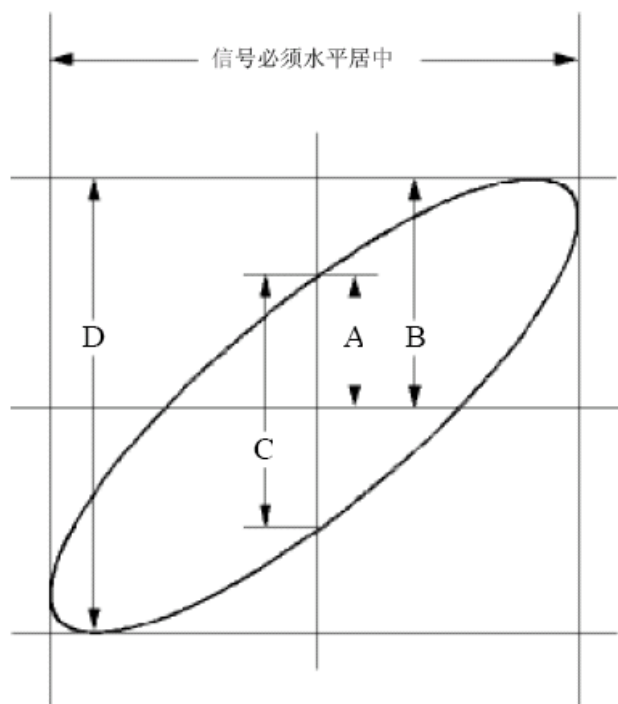

图 6-6：李沙育（Lissajous）图形
- (7) 调整 垂直 伏/格 、垂直位置 旋钮使波形达到最佳效果。
- (8) 应用椭圆示波图形法观测并计算出相位差。见图 6-6。